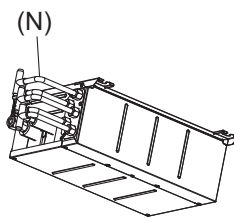

Fig. 8-7
- Pour diviser les câblages de chaque bornier en 2 dérivation à l'extérieur du Boîtier de dérivation, utilisez des conduits de câblage à 2 dérivation (N). (Fig. 8-7)